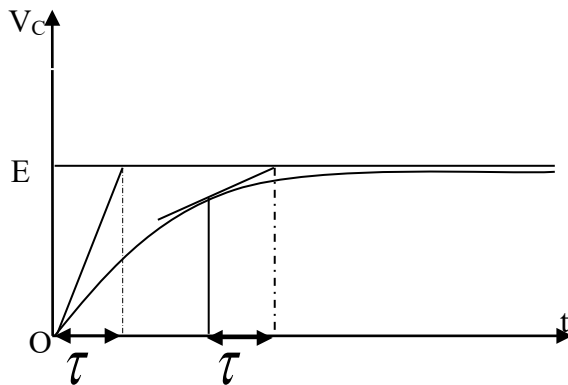

Fig.4.
- réaliser le montage de la figure 4 ou G est un générateur de tension alternative réglé à 6V, c'est une capacité de valeur égale à 1 μ f et R est résistance variable.
Pour le même montage que celui de la figure 4, déterminer le déphasage selon le tableau -4-